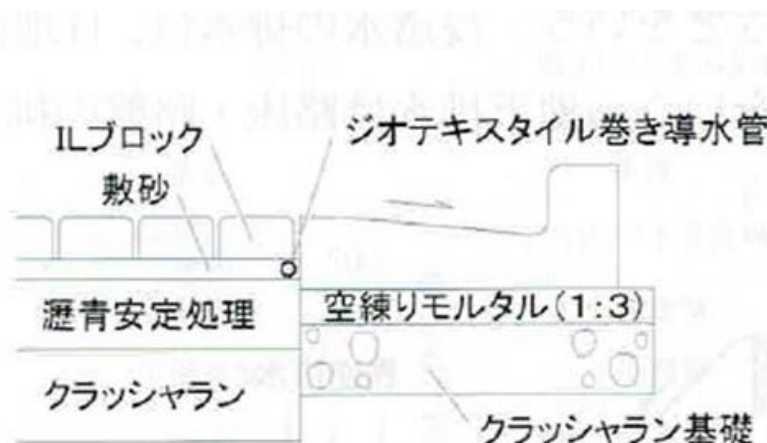

図3 ジオテキスタイル巻き導水管を設置した排水処理例
- ㊦ L型側溝を用いる場合の事例として、ジオテキスタイル巻き導水管( $\phi=10\text{mm}$ 程度)を設置して排水柵に導くように施工します(図3)。